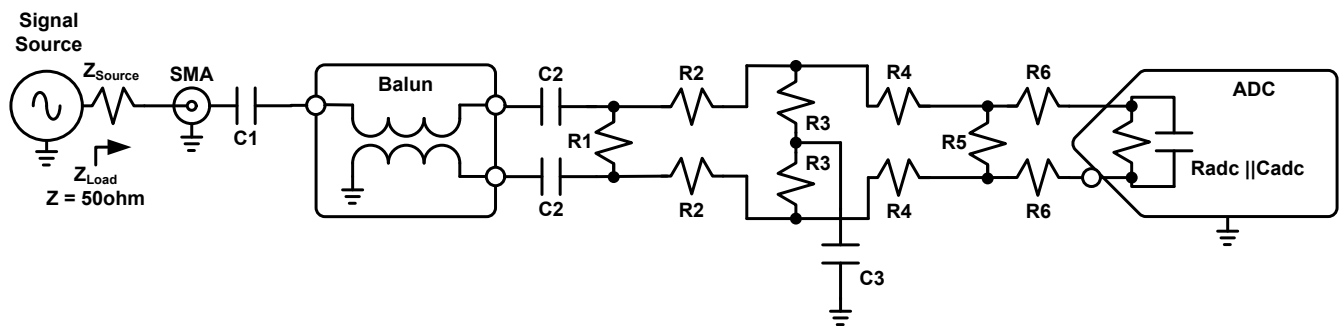
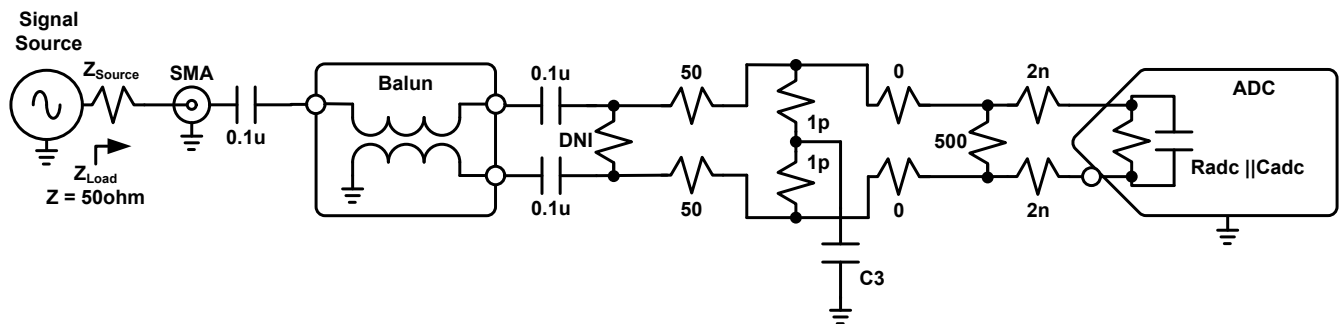

图3. 通用无源网络元件预留位置。
图 4. 最终确定的无源网络匹配。
多年来，人们多次尝试仿真和完善平衡-非平衡变压器匹配网络的设计。经过数周甚至数月的仿真，并尝试理解 PCB 寄生效应后，在实际制作 PCB 时，仍可能出现匹配问题。因此，我们建议采用不同的设计流程，从图 3 所示的拓扑结构开始。
使用图 3 中的通用电路，定义匹配时所需的元件不是纯阻性元件。在这种情况下，我们将使用电阻器 (R)、内部寄生电容 (C) 和电感器 (L) (R2、R3 和 R6) 的组合方案；请参阅图 4。
获取平衡-非平衡变压器和 ADC 的两组 S 参数（如果有），并使用您喜欢的仿真软件。使用图 3 中给定的匹配网络格式，并对 R2、R3 和 R4 采用以下两种方法之一：
此方法的目标是不使用有损耗的衰减器。因此，要获得 R、C 和 L 方法的更多背景信息，请参见图 5、图 6 和图 7，了解在网络中改变 L、C 和 R 的作用（参见图 4），以及它们在定义最终带宽和网络匹配方面的作用。